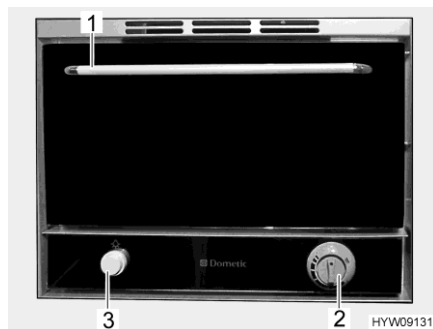

Fig. 90 Four à gaz
- Appuyer sur la touche Éclairage (Fig. 90,3). L'éclairage intérieur reste allumé tant que la touche est pressée.
- Saisir la porte du four par la poignée (Fig. 90,1) et l'ouvrir en grand.
- Appuyer sur le bouton tournant (Fig. 90,2) le maintenir pressé et le faire tourner dans le sens inverse des aiguilles d'une montre jusqu'à la position désirée. Maintenir encore le bouton tournant (Fig. 90,2) pressé pendant 5 à 10 secondes. L'allumage s'effectue de manière automatique.
- Relâcher le bouton tournant (Fig. 90,2).
- Appuyer sur le bouton tournant (Fig. 90,2) le maintenir pressé et le faire tourner dans le sens des aiguilles d'une montre. Maintenir encore le bouton tournant (Fig. 90,2) pressé pendant 5 à 10 secondes. L'allumage s'effectue de manière automatique.
- Tourner le bouton tournant (Fig. 90,2) sur "O". La flamme s'éteint.